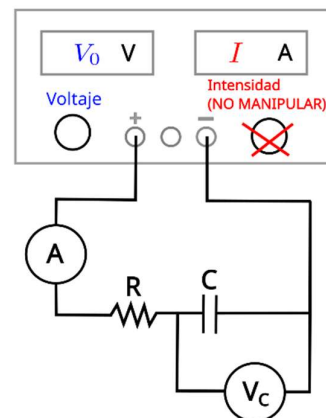

Figura 1. Carga del condensador
Si conectamos el condensador en serie a una resistencia R y se alimenta el circuito con una fuente de tensión, como en la figura 1, se cumple que:
- Antes de montar el circuito de la figura 1, enciende la fuente (sin conectar los cables) y gira la rueda reguladora de voltaje a $V_0 = 10$ V aproximadamente. Apaga la fuente.
- Monta el circuito de la figura 1 con la resistencia R en serie con el condensador. Se dispone un voltímetro colocado en paralelo al condensador, que medirá V_C . Se dispone un amperímetro en serie con dicho condensador, que medirá I .